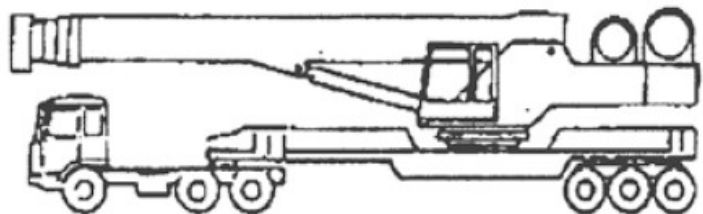

Imagen 2.
21. ¿Que tipo de grúa aparece en la imagen 2?: